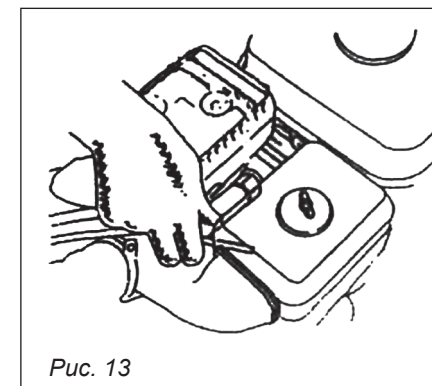

Рис. 13
- Снимите наконечник свечи зажигания, удалите грязь вокруг свечи (рис. 13).